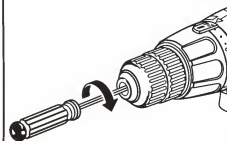

Fig. 16
- Ouvrir les mors et retirer la clé hexagonale. Retirer la vis du mandrin en la tournant vers la droite avec un tournevis. Voir la figure 16.